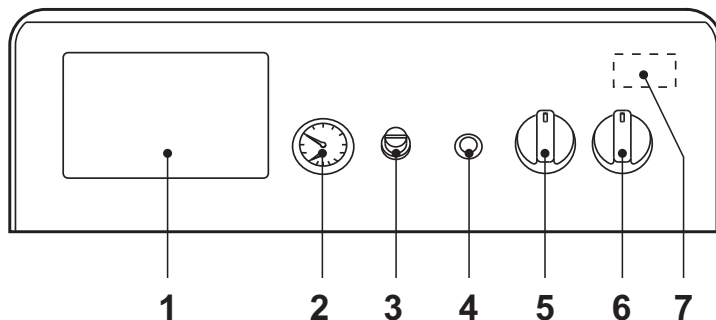
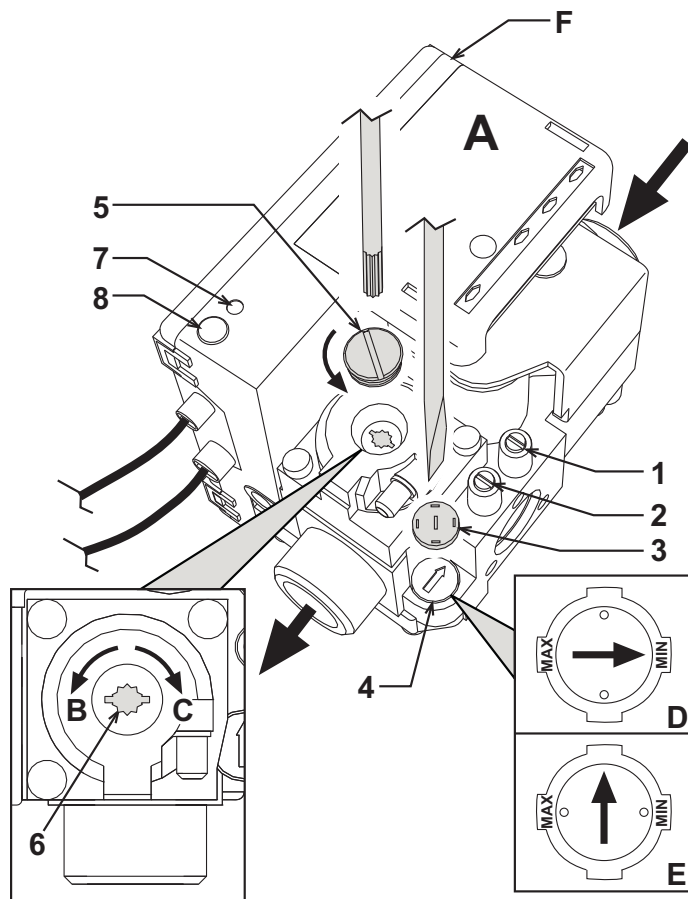

fig. 16 - Panel de mandos
fig. 18 - Regulación de la presión
- Poner el interruptor general "6" en la posición 1 (fig. 16).
- En caso de que la caldera esté equipada con una centralita electrónica termostática, montada en la posición 1 de fig. 16, el usuario deberá considerar también las instrucciones proporcionadas por el fabricante de la misma.
Si se gira el mando 5 de fig. 16 en el sentido de las agujas del reloj, la temperatura del agua de calefacción aumenta; en sentido contrario a las agujas del reloj, disminuye. La temperatura puede regularse entre 30 °C y 90 °C. Se aconseja no hacer funcionar la caldera a menos de 45 °C.
Mediante el termostato de ambiente, programar la temperatura que se desee tener en el interior de la vivienda. Controlada por el termostato de ambiente, la caldera se enciende y calienta el agua a la temperatura fijada con el termostato 5 de fig. 16. Cuando se alcanza la temperatura ambiente deseada, el generador se apaga.
La presión de carga con la instalación fría, léida en el hidrómetro de la caldera 2 de fig. 16, tiene que estar alrededor 1,0 bar. Si la presión de la instalación disminuye durante el funcionamiento (a causa de la evaporación de los gases disueltos en el agua) por debajo del valor citado, el usuario ha de restablecer el valor inicial mediante la llave de llenado. Al finalizar la operación, cerrar siempre la llave de llenado.
Conectar un manómetro a la toma de presión 2 (fig. 18), situada después de la válvula del gas, y poner el mando del termostato de la caldera (5 - fig. 16) en el valor máximo.
Tras quitar el tapón de protección 5 (fig. 18), regular la presión del gas en el quemador mediante el tornillo 6 según el valor deseado (véase la tabla de datos técnicos y los diagramas de variación de potencia en el cap. 10).
2. Quite el pequeño capuchón de protección 3 (fig. 18) de la válvula del gas. Con un destornillador pequeño, regule el "STEP" de encendido para el gas deseado (**G20-G25** posición **D** fig. 18 o **G30-G31** posición **E** fig. 18). Colóquelo el capuchón a la válvula.